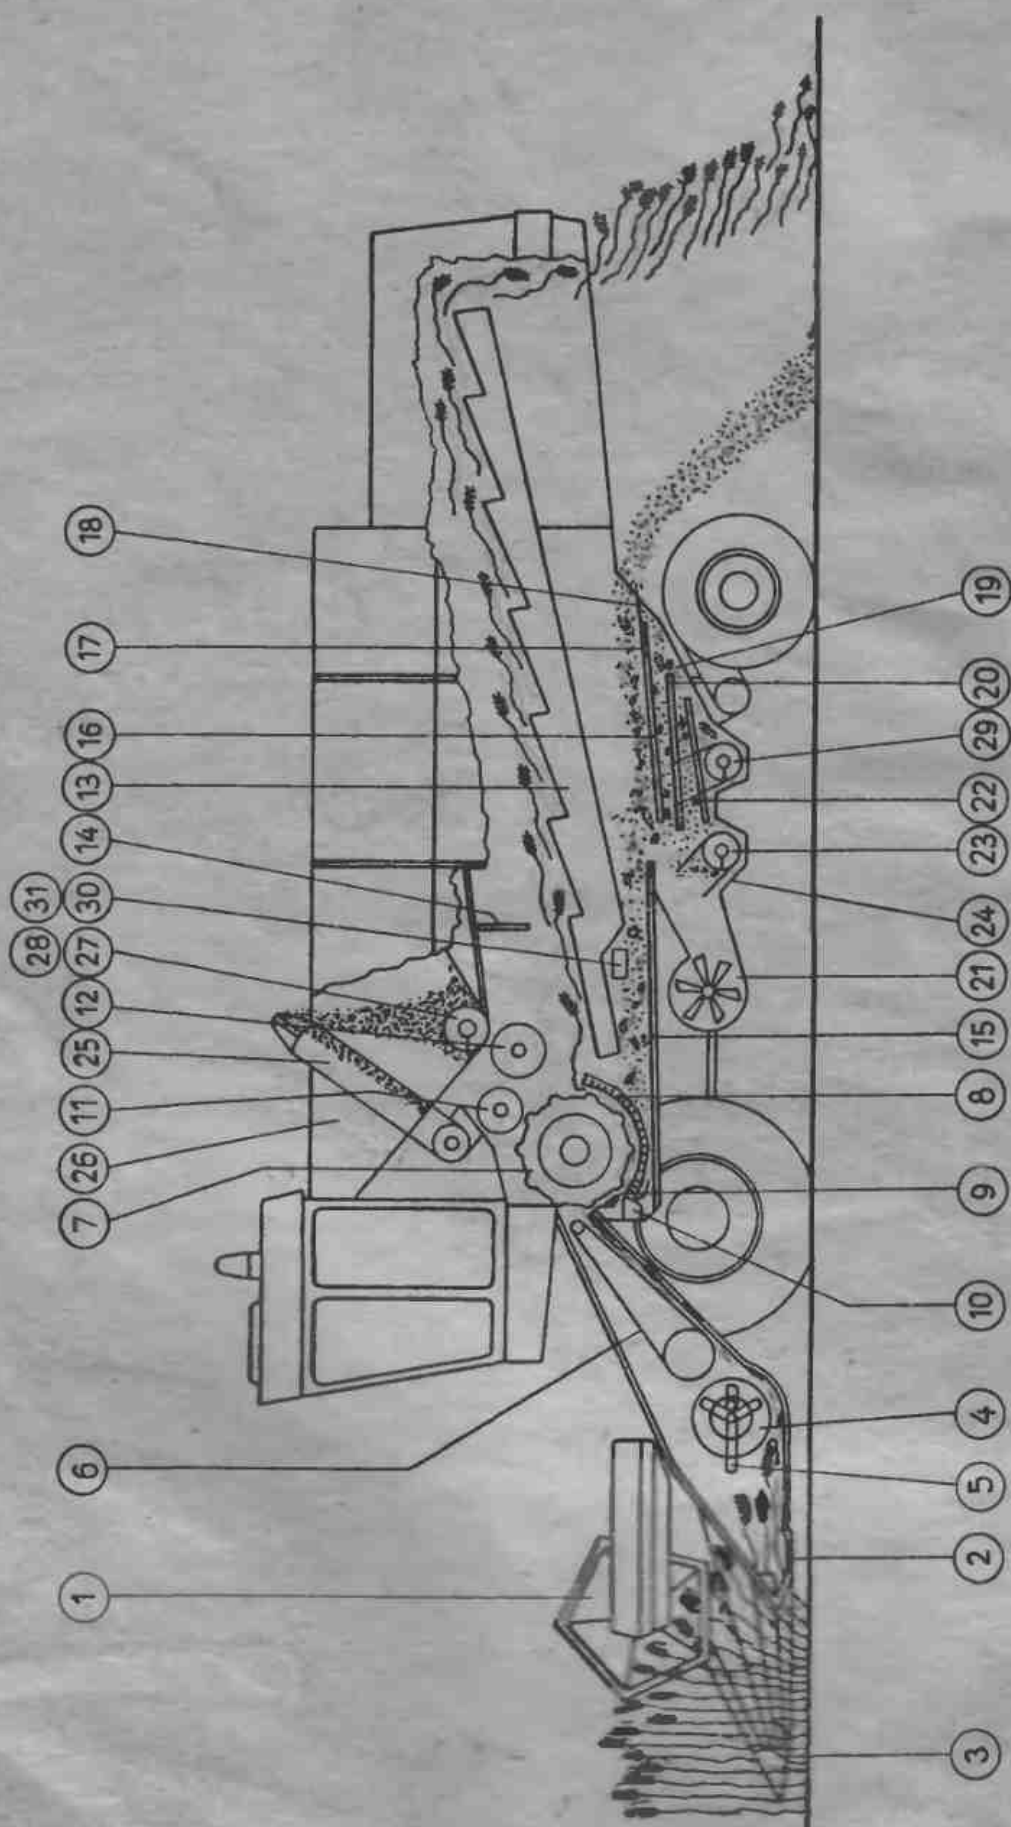

Рис. 3/1
Остановка жатки может производиться независимо от молоти иьного устройства с помощью Онсггодействую•щей (предохранительной) муфты. Выключение осуществляется от пульта управления нажатием на пслаль сцеп. ления. Н жатке предутотрен механизм копирования рельефа гочны с возможностью гупенятаой установки высоты среза (рис. 3/1).
С.чсь зернц половы и мелкой сопОмы собирается ша доске соломотряса. наклоннос поножсннс котоспосоПСтвует дальнейшей транспортиронкс. фартук соломотряса (14) предотвращает отпетание зерен н м;пцс соломотряса и позволяет тем самым снизить аотерп зерна (рис. 3,'1),